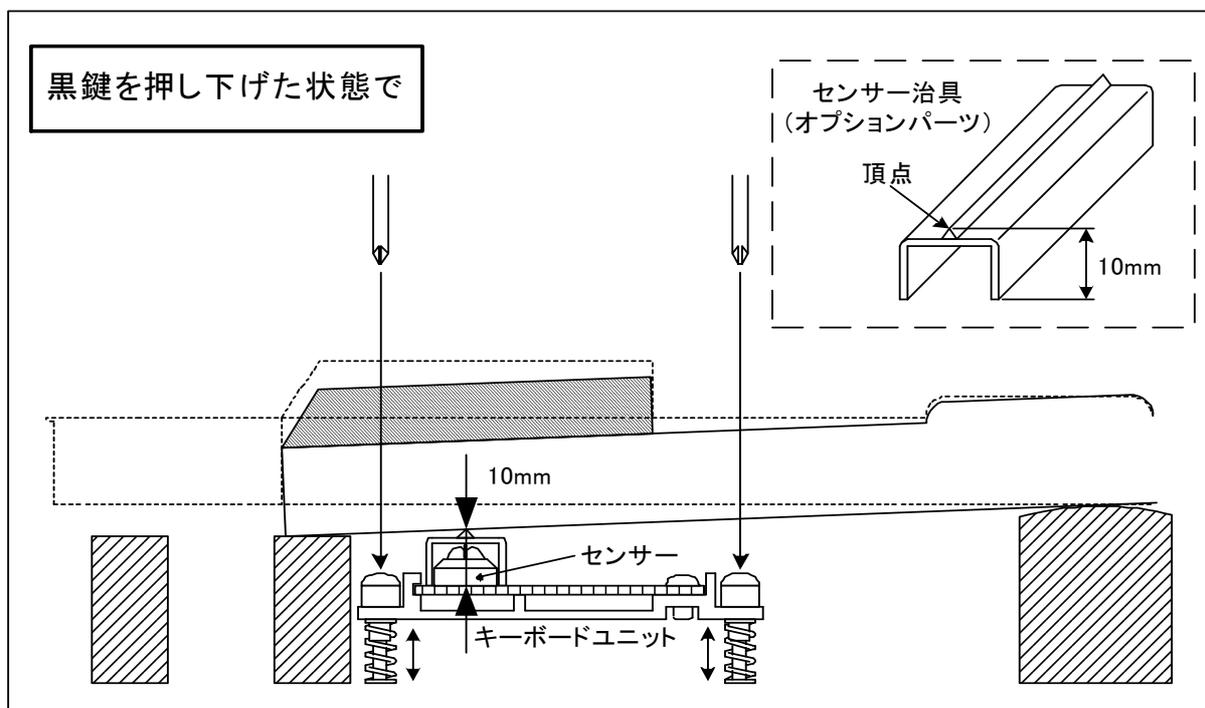

図3.4-6 キーボードユニット取り付け高さ調整
- (6) 低音、中音、次高音、高音の各域で、キーボードユニットを取り付けているネジの近くの黒鍵1ヶ所ずつを取り付け、図3.4-6のようにセンサーにセンサー治具（オプションパーツ）を被せて、黒鍵を押し下げる。黒鍵盤裏面にセンサー治具の頂点が触れる程度で、キーボードユニットが沈まない高さを確保して（基板上から黒鍵盤裏面の隙間が10mmになる）、水平を保ちながら取り付けネジを締める。